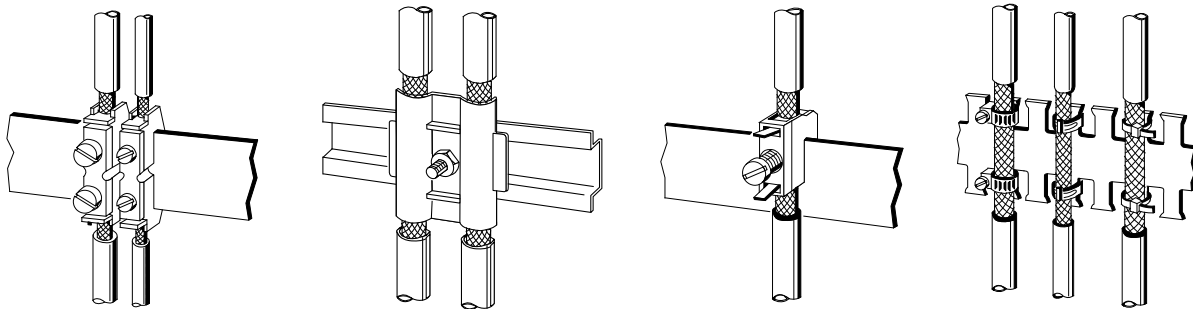

Bild 3.26 Befestigen von geschirmten Leitungen mit Kabelschellen und Schlauchbindern
- Benutzen Sie zur Befestigung der Schirmgeflechte Kabelschellen aus Metall. Die Schellen müssen den Schirm großflächig umschließen und guten Kontakt ausüben (--> Bild 3.26).